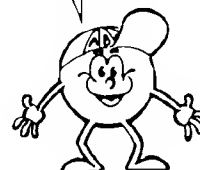

Fig. 1
- FIG. 1-A - Utilizando diretamente (e "cruamente") as propriedades fundamentais de um TRANSISTOR BIPOLAR (daqui pra frente chamado sempre apenas de transistor...) que "dizem": uma
- **FIG. 1-B** - Redesenhando o arranjo mostrado em 1-A, podemos intercalar um interruptor de pressão (**push-button** PB) entre o resistor de **base** (R_b) e a linha da conveniente polarização (positivo da alimentação) e, ao mesmo tempo, aplicar como "carga" de **coletor** do transistor um resistor (R_c), sobre o qual se desenvolverá a corrente considerada "de Saída" do sistema. Tornando a lembrar que o componente do exemplo é de polaridade NPN, temos que a corrente de **base** (I_b) é função da tensão geral de alimentação e do próprio valor ôhmico de R_b (ver a "velha" Lei de Ohm, em ABC nº 1...). Essa corrente, "multiplicada" pelo ganho (hFE) do transistor, se manifestará na forma de uma corrente de **coletor** (I_c) muito mais intensa, desenvolvendo-se sobre R_c . Notar ainda que, na configuração exemplificada, a corrente de **emissor** (I_e) nada mais é do que a **soma** das correntes de **base** (I_b) e de **coletor** (I_c), uma vez que o **emissor** é o terminal que promove o "retorno comum" da energia ao "outro polo" da alimentação... Chamamos essa configuração, tecnicamente, de **EMISSOR COMUM** (detalhes mais adiante...). Observar que, se
- **FIG. 1-C** - Num transistor PNP a "coisa" funciona exatamente da mesma maneira, porém, devido às polaridades invertidas dos materiais semicondutores intrínsecos (ver "Aula" anterior...), temos que "re-arrumar" o circuito, ligando o **emissor** agora ao **positivo** da alimentação, o **coletor** - através da "carga" R_c - ao **negativo**, e proporcionar polarização de **base** agora **negativa** (via **push-button** PB e resistor R_b ...). No mais, o funcionamento geral é idêntico ao mostrado pelo arranjo 1-B (com transistor NPN). Também nesse caso, a I_e constitui a **soma** de I_b e I_c , uma vez que é pelo **emissor** que "entra" (sentido convencional da corrente - ver "Aula" nº 3...) a totalidade da corrente manejada pelo transistor e "usada" pela "carga" R_c ...